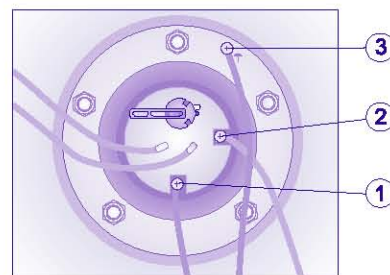

Рис. 2. Схема подключения сетевого шнура
- провести кабель в специальное отверстие в пластиковой крышке. Соединить кабель с клеммами термостата (п. 1, 2 Рис. 2).
- заземляющий кабель подключается к клемме с обозначением  (п.3 Рис. 2).